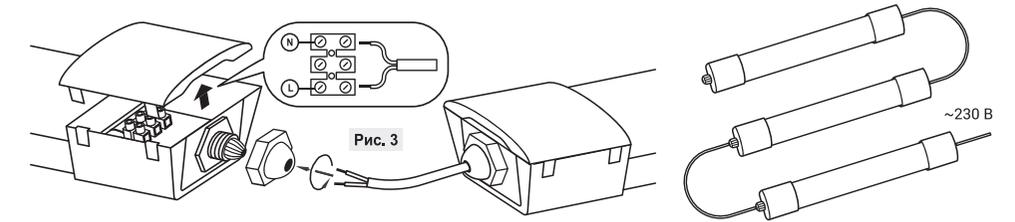

Рис. 3
1. Снимите крышку корпуса с лицевой стороны светильника, со стороны где не выведен кабель (Рис. 3).
1. Змініть кришку корпусу з лицьового боку світильника, з боку де не виведений кабель (Рис. 3).